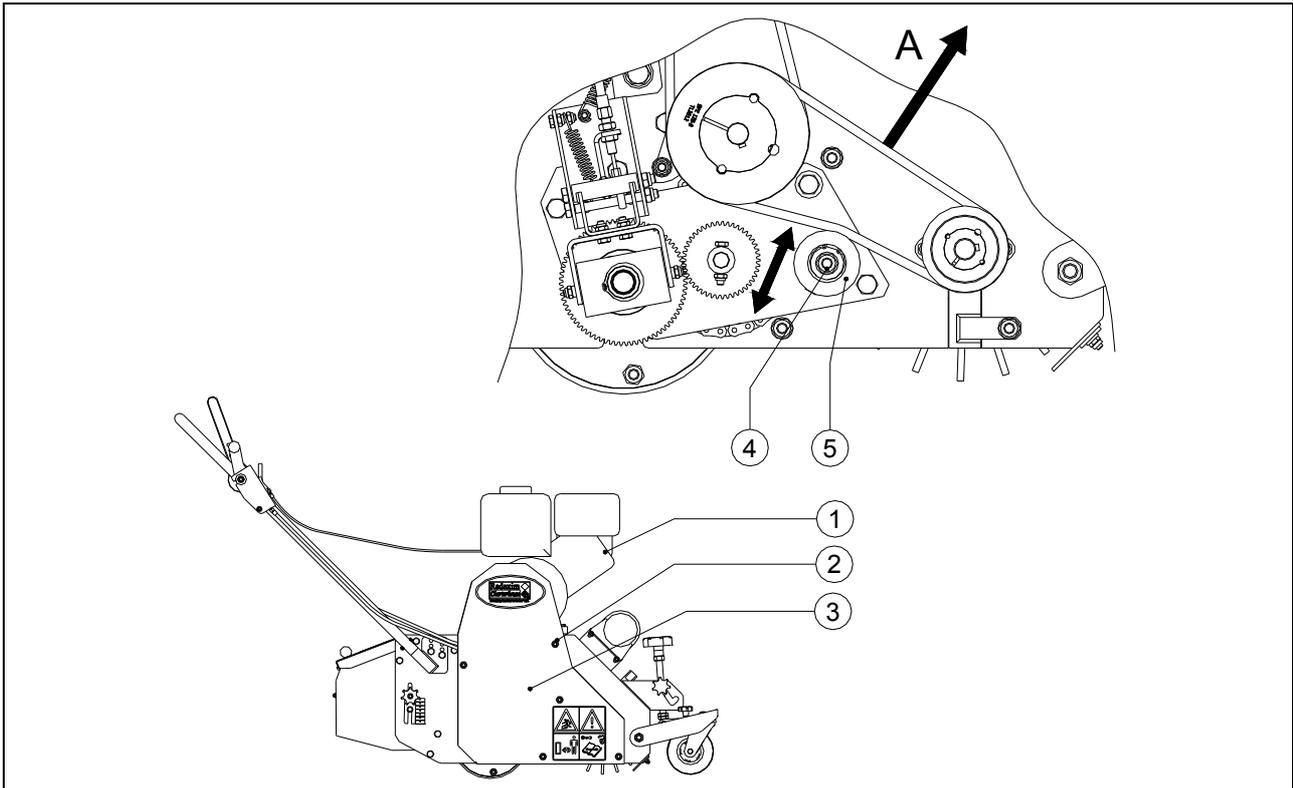

Fig. 17
1. Le galet tendeur pour l'actionnement de la brosse. (Voir fig. 17)
### Galet tendeur pour l'actionnement de la brosse. (Voir fig. 17)